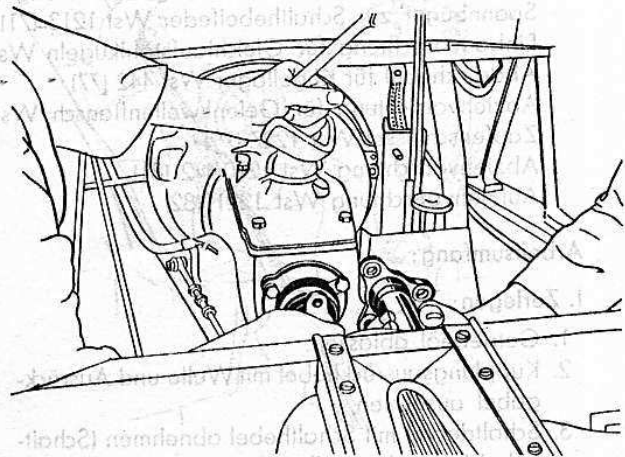

Bild 67
8. Getriebe am Motor abschrauben, Gelenkwelle zur Seite drücken (Bild 67), Getriebe nach hinten abziehen und nach oben herausnehmen.